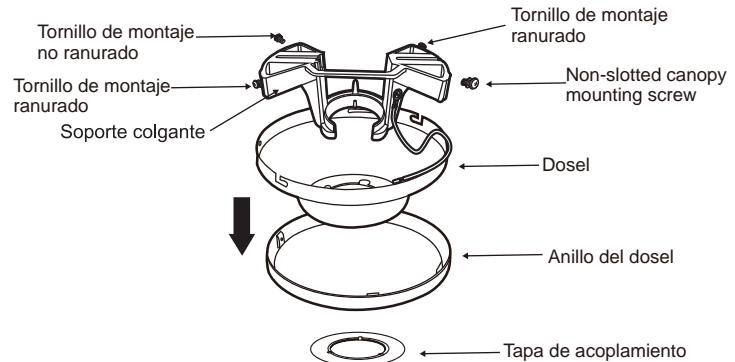

Fig. 7
Paso 1: Empuje hacia abajo el anillo decorativo desde la cubierta (Fig.7)
Paso 2. Retire la tapa inferior de la cubierta decorativa haciendo girar en sentido antihorario. (Fig.7)